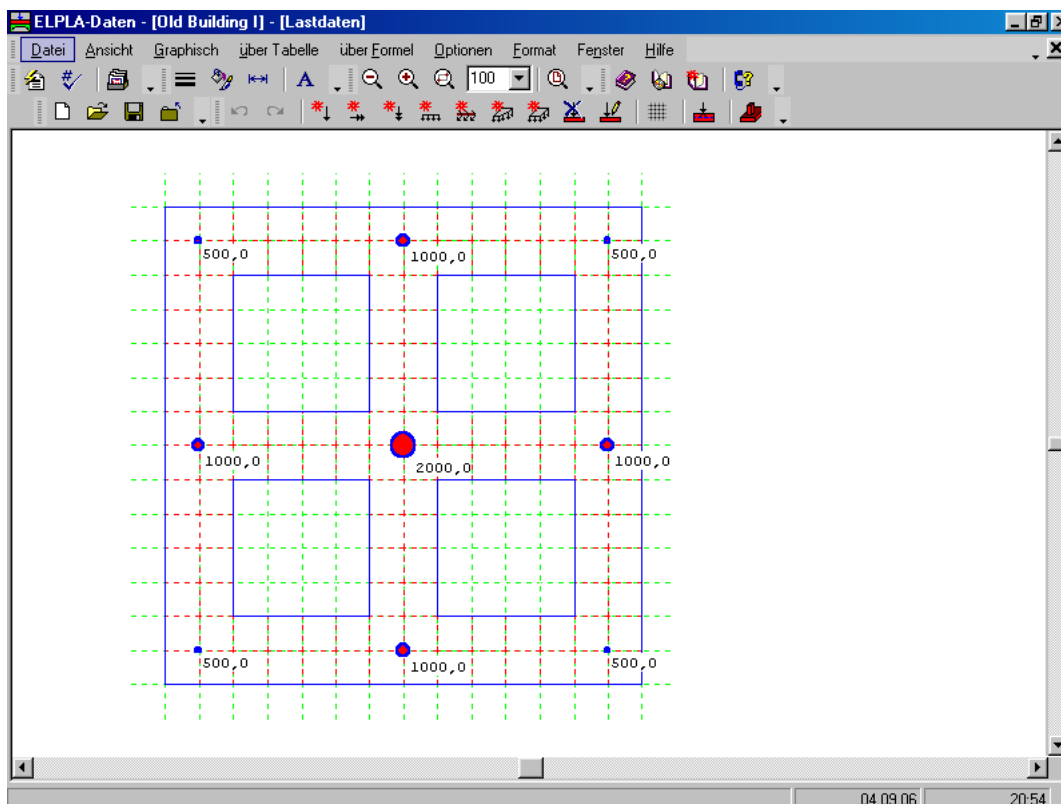

Bild 9-29 Lasten auf dem Bildschirm
Nach der Definition aller Lastdaten sollte der Bildschirm wie das folgende Bild 9-29 aussehen.
- Wählen Sie "Lastdaten speichern" aus dem "Datei"-Menü im Bild 9-29, um die Lastdaten zu speichern